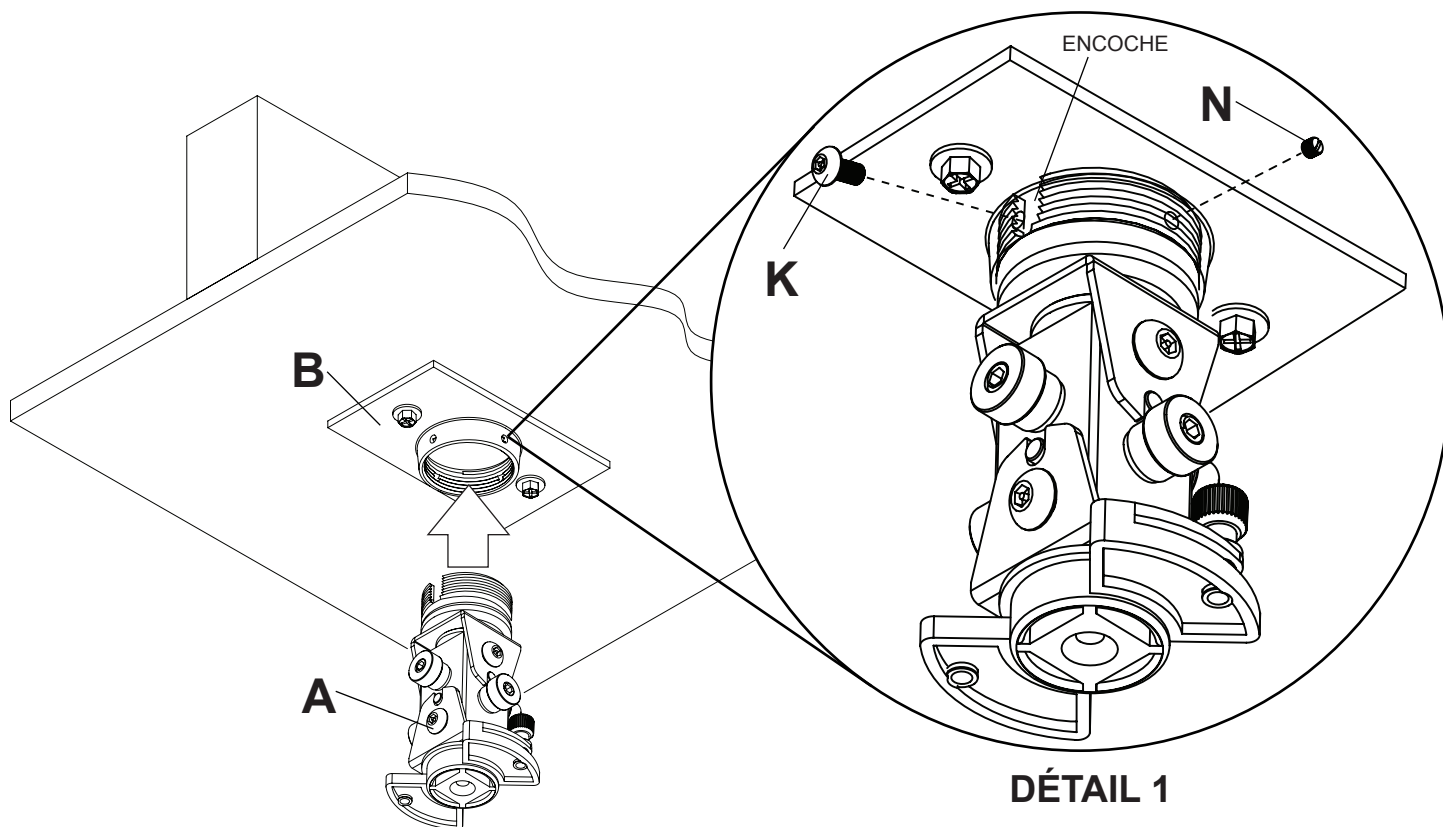

fig. 2.1
- 2** Vissez à la main l'assemblage du support de projecteur (**A**) à la plaque de plafond (**B**) comme illustré à la figure 2.1. Alignez l'encoche du support de projecteur avec un des quatre trous de la plaque de plafond (**B**) et fixez-le avec une vis à tête creuse M5 x 10 mm (**K**) à l'aide d'une clé hexagonale (**O**) comme illustré dans le dessin de détail 1.